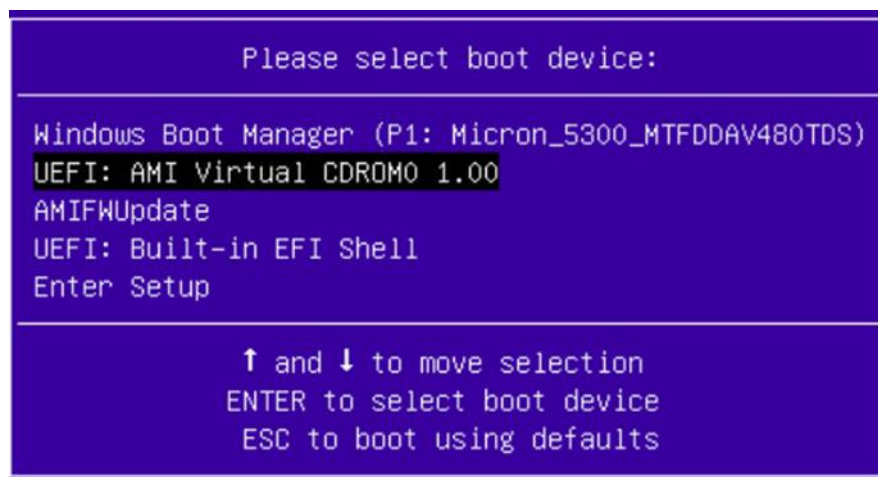

Рисунок 55 – Окно выбора загрузки ОС
- выберите «AMI Virtual CDROM0» в загрузочном меню (см. Рисунок 55).